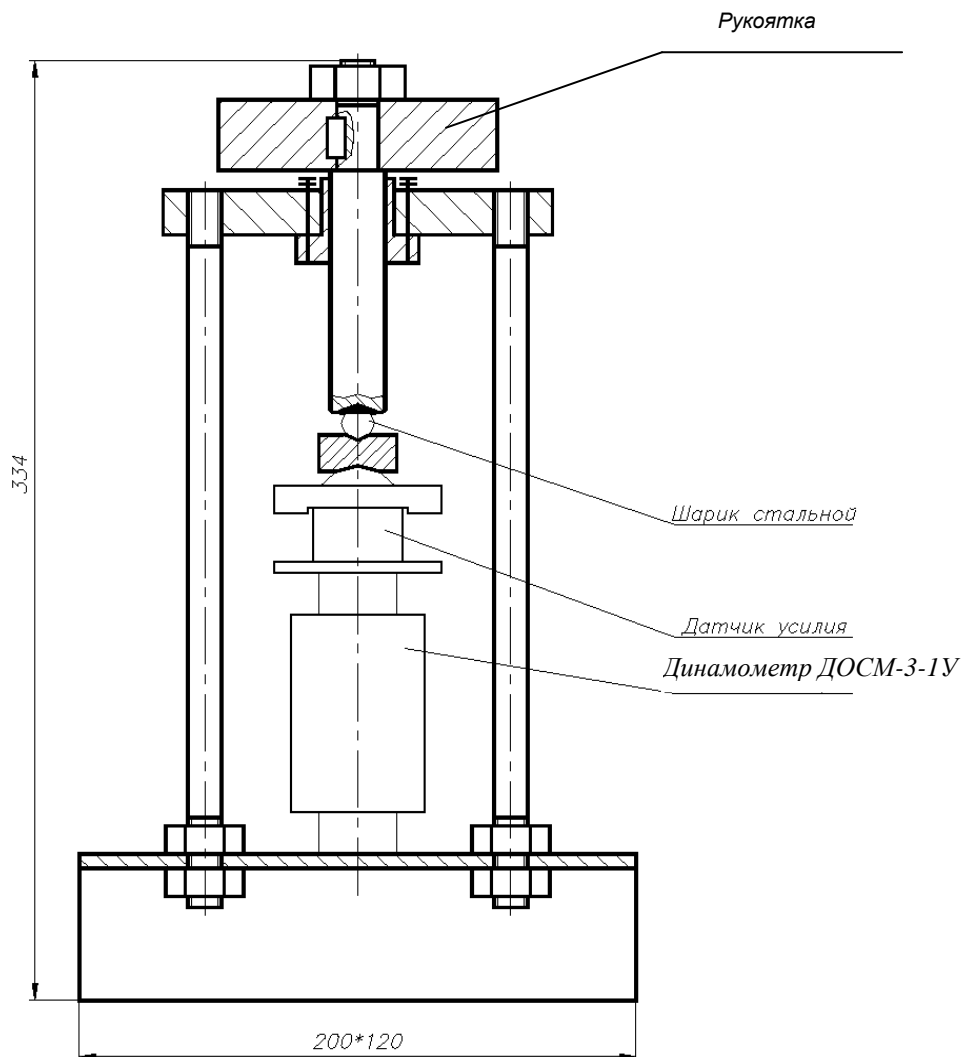

Рисунок 7 - Внешний вид силозадающего устройства М 016.950.00, используемого при измерении усилия на органе управления
- а) установить датчик усилия в силозадающее устройство согласно рис. 7;